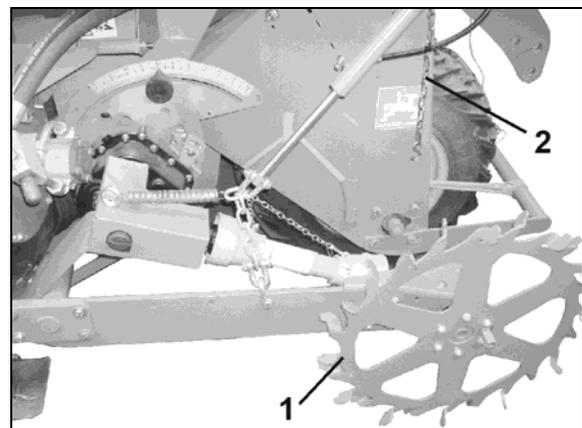

Fig. 65
4. Das Spornrad (Fig. 65/1) in Transportstellung bringen und mit der Kette (Fig. 65/1) sichern.